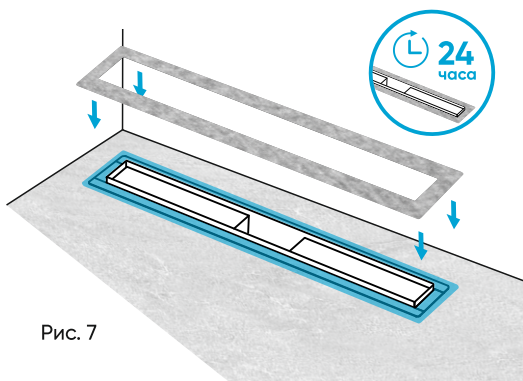

Рис. 7
6. Приклейте и хорошо прижмите гидрополотно так, чтобы оно покрывало место соединения бетонной стяжки и трапа по всему периметру корпуса (рис. 7).